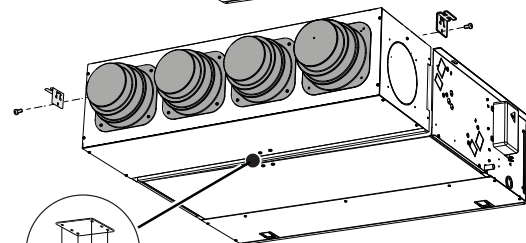

Fig.4
- Installare le due staffe di fissaggio nelle apposite asole laterali e fissarle con le due viti fornite a corredo (fig.4)